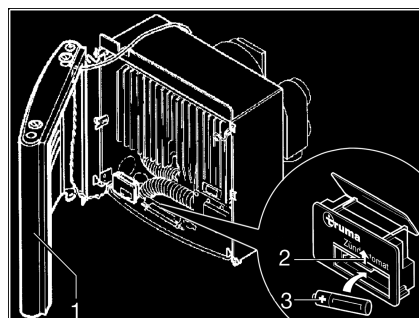

Fig. 107 Chauffage ouvert
- Placer l'habillage sur le côté (Fig. 107,1) pour que les câbles de raccordement pour le ventilateur d'air chaud et pour la lampe témoin de l'allumage n'aient pas à être débranchés.
- Pousser le couvercle du compartiment à piles de l'allumage automatique (Fig. 107,2) vers le haut.
- Placer une nouvelle batterie (Fig. 107,3) de même type, en plaçant correctement les pôles (+/-), dans le compartiment à piles de l'allumage automatique. N'utiliser que des piles AAA résistantes à la chaleur (+70 °C) et étanches.